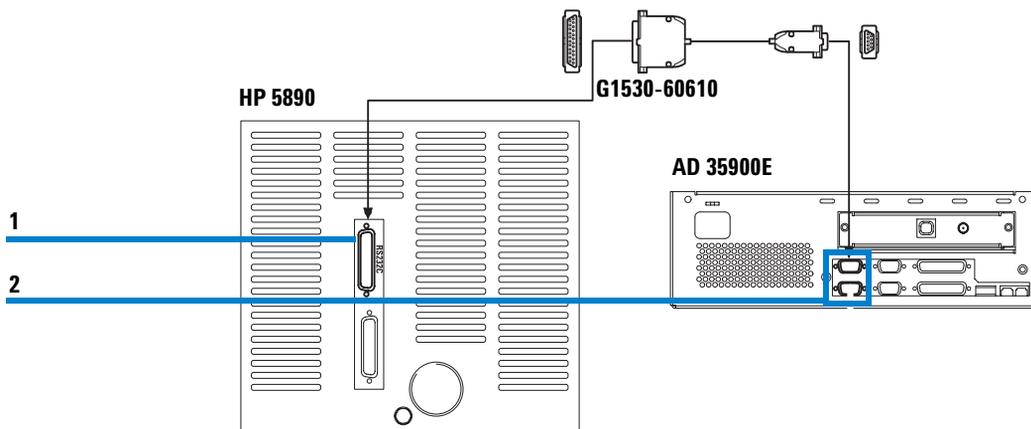

Abbildung 8 Verbindung RS232C mit HP 5890
- 1 Verbinden Sie das RS232C Kabel von dem ADC mit dem HP 5890, wie in Abbildung 8 gezeigt.